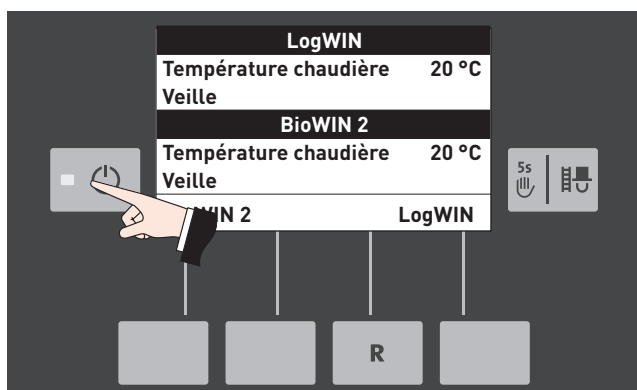

Fig. 80 Éteindre la chaudière
- ▶ Mettre la chaudière hors circuit au moyen de la **touche Marche/Arrêt** placée sur le module InfoWIN^{PLUS} (Fig. 80 – voir aussi point 14.6 sur la page 23) et attendre que la phase d'extinction soit terminée (env. 20 min).